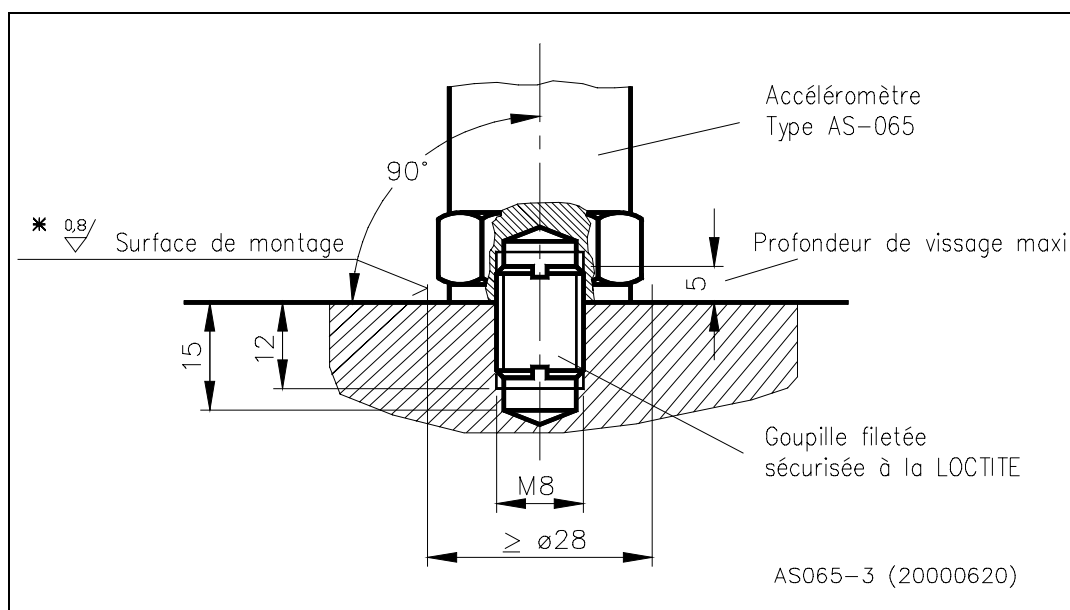

Fig. 3. Montage
- Visser le goujon fileté selon les indications de la figure 3 et le freiner à l'aide de frein-filet.